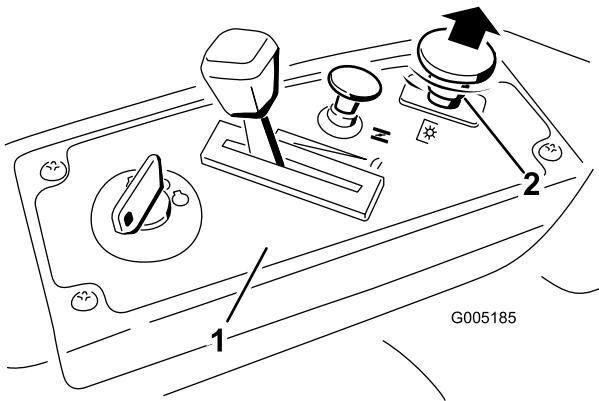

Figura 13
- Tire hacia arriba del mando de control de las cuchillas para desplazarlo a la posición de Engranado y engranar las cuchillas (Figura 13).